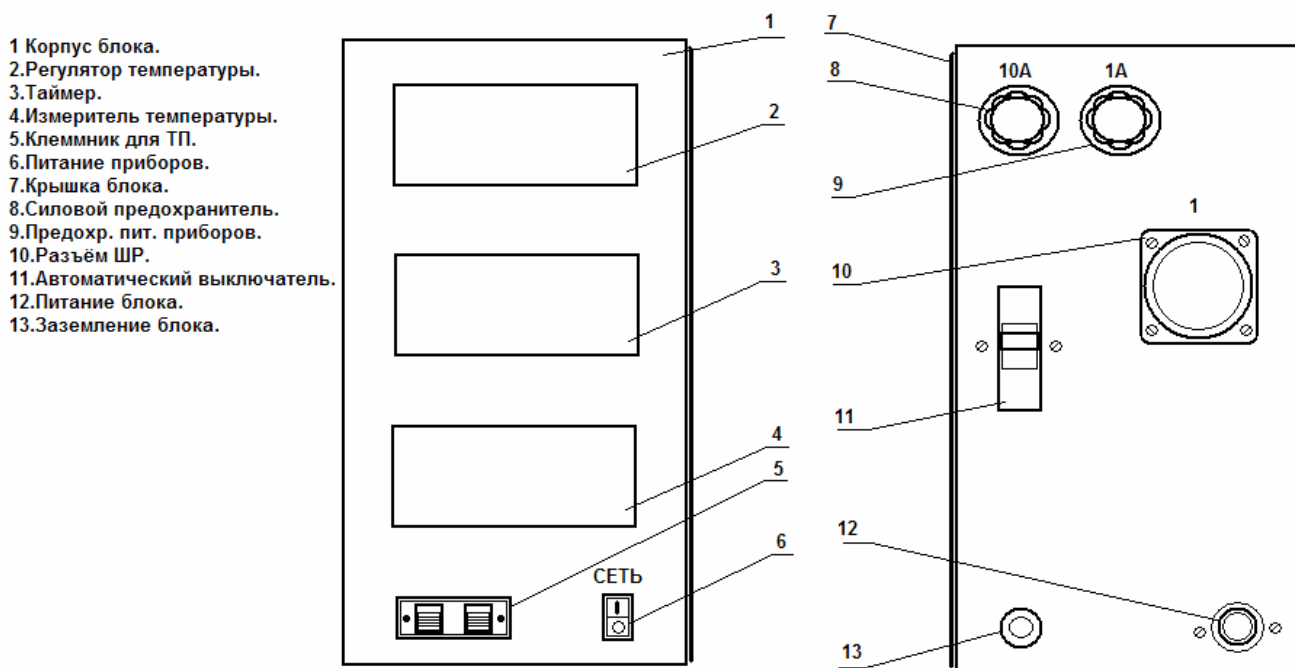

рис.3
5.1.2.После включения питания тумблером (б – рис.3) на дисплее таймера МЦТ 3501 появится значение интервала времени, установленное ранее и горизонтальная черточка, расположенная в правой части таймера напротив надписи, означающей единицу измерения интервала времени (сек, мин, час)
5.1.3.После включения питания тумблером (б – рис.3) на дисплее измерителя ИТ2511(2ТМ0 , ТРМ1, ТРМ 10) высветятся прочерки. При подключении пилотной термопары к клеммнику (5 - рис.3) , на дисплее отобразится значение температуры окружающей среды.
5.2.2. Включить отсчет времени, нажав кнопку " V" на таймере (3 – рис.3).
6.1.3. Вдвинуть рамку с печатной платой в нагревательную камеру печи и включить таймер или секундомер. Контролировать скорость нарастания температуры на плате по показаниям измерителя температуры (4 рис.3).
6.1.4. В случае достижения изделием температуры 200 °С быстрее чем за 1,5 минуты – уменьшить, а, если 200 °С не будет достигнуто за 3 минуты – увеличить заданную температуру нагревателей на 10 °С. Остудить плату до комнатной температуры и повторять действия пп. 1.3. и 1.4. до тех пор, пока исследуемая печатная плата не будет достигать температуры 200 °С за 1,5 – 3 минуты. Реальное время, за которое печатная плата достигнет указанной температуры, установить на индикаторе таймера (3 рис.3).